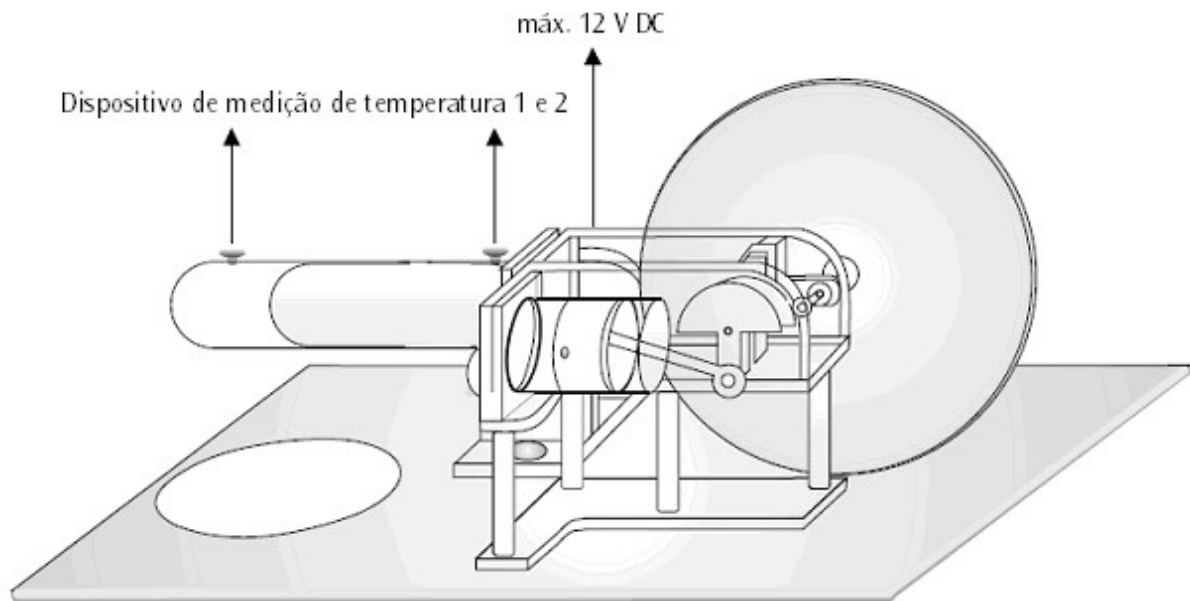

Fig. 3 O motor Stirling como bomba de calor ou máquina de resfriamento
- Ajustar os sensores de temperatura nos dispositivos de medição de temperatura e conectar a um equipamento de medição (vide fig. 3).